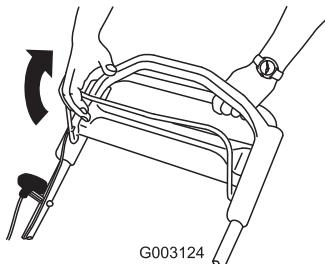

Bild 18
- Ziehen Sie den Schaltbügel gegen den Bügel (Bild 18).